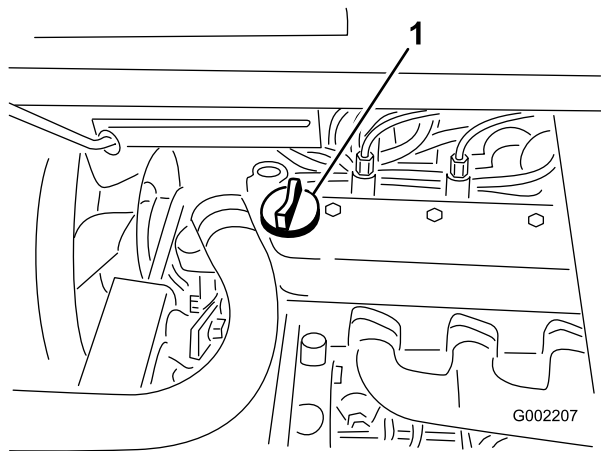

Figure 16
3. Si le niveau d'huile est bas, retirez le bouchon de remplissage du couvre-culasse (Figure 16) et ajoutez la quantité d'huile nécessaire pour amener le niveau au repère maximum sur la jauge. Reportez-vous à la section Entretien de l'huile moteur, sous Entretien du moteur, pour connaître le type d'huile et la viscosité qui conviennent. Versez l'huile lentement et vérifiez souvent le niveau durant la procédure. Ne remplissez pas excessivement.